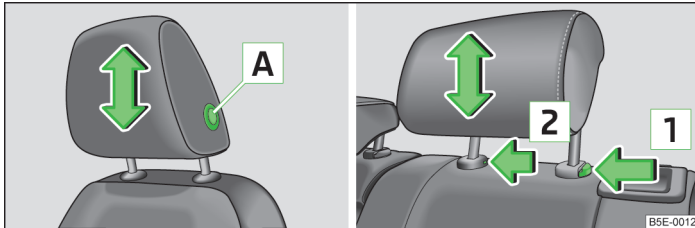

Abb. 51 Kopfstütze: vorn/hinten
- › Die **Kopfstütze vorn** seitlich mit beiden Händen fassen, die Sicherungstaste **A** » Abb. 51 drücken und halten und die Kopfstütze verschieben.
- › Die **Kopfstütze hinten** seitlich mit beiden Händen fassen und nach oben verschieben » Abb. 51.
- › Die Sicherungstaste in Pfeilrichtung **1** » Abb. 51 drücken, gleichzeitig mit einem flachen Schraubendreher mit einer Breite von max. 5 mm die Sicherungstaste in der Öffnung **2** drücken und die Kopfstütze herausziehen.